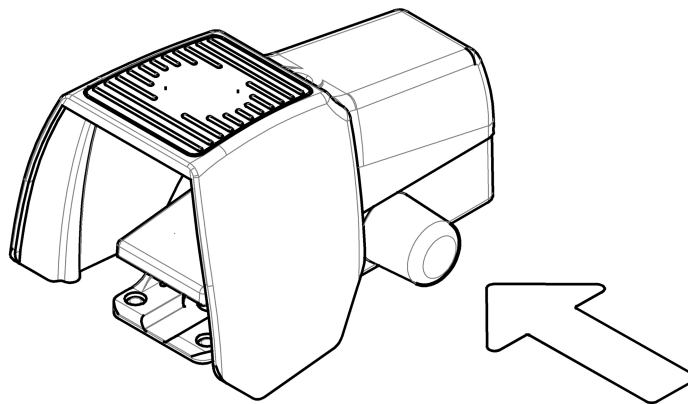

Рис. 4: Разблокировка ножного переключателя
■ Если аварийная остановка была активирована ножным переключателем: разблокируйте ножной переключатель путем нажатия на синюю силиконовую кнопку на боковой стороне переключателя (см. рис. 4).